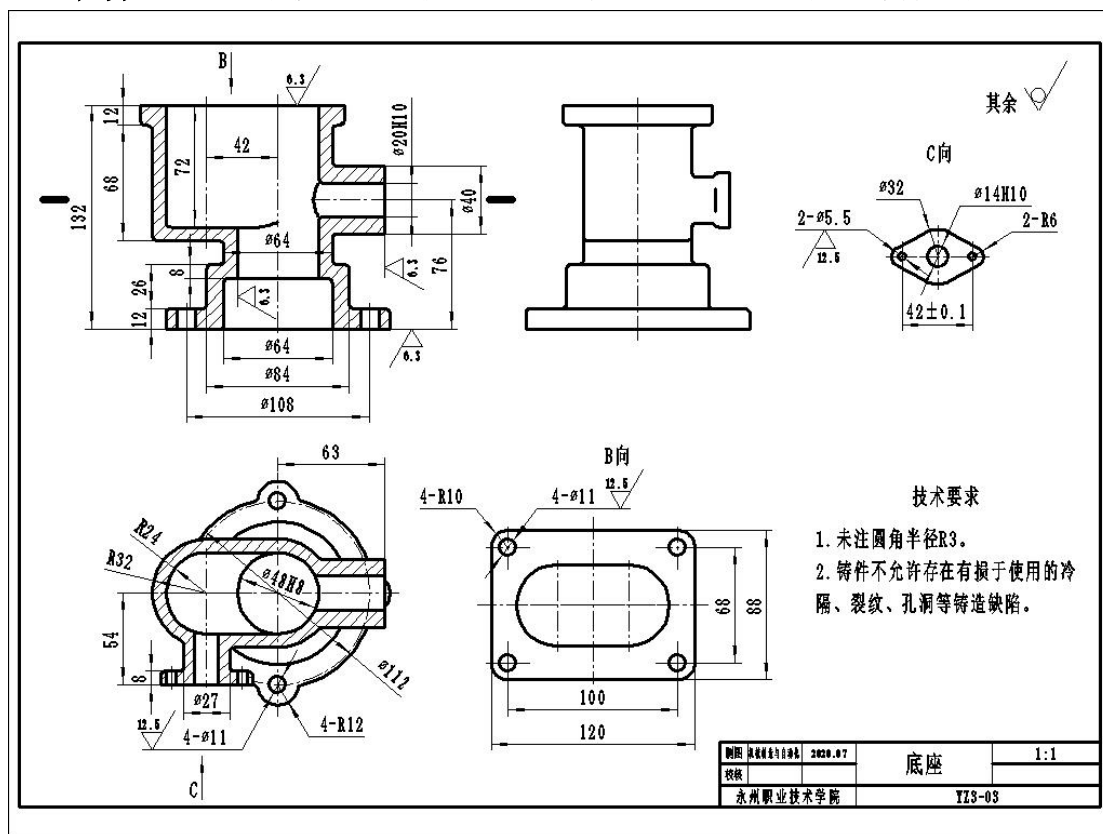

图 3-3 底座零件图
**任务1：**识读底座零件图（如图3-3所示），根据零件图要求，利用三维设计软件正确绘制草图，选择合适的特征建模方法完成零件三维造型；